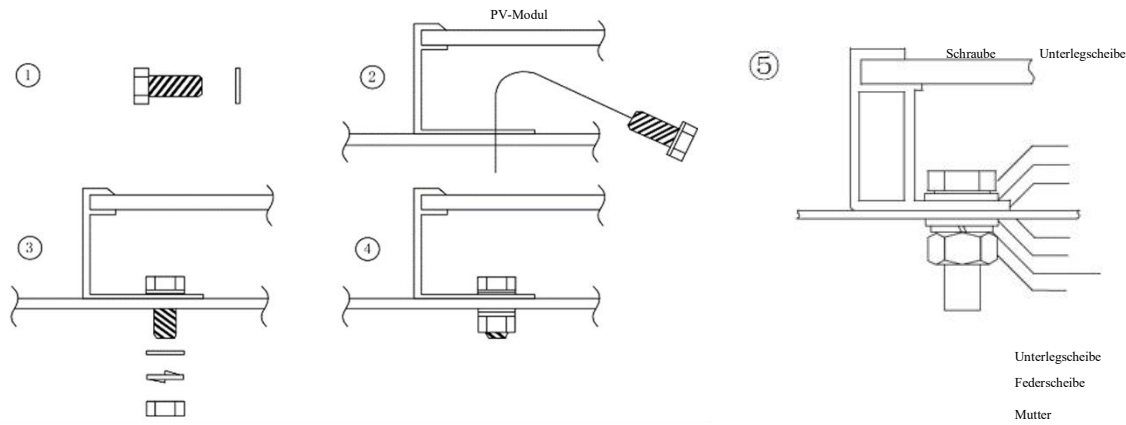

Abbildung 4
- Das Verfahren und die Spezifikationen der Befestigungsteile sind in **Abbildung 4** unten dargestellt: